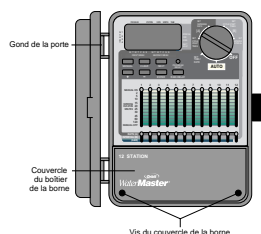

FIGURE 21 : Programmeur extérieur et couvercle du bornier
- Ouvrez le boîtier en dévissant les deux vis et en retirant le couvercle de plastique [voir la figure 21].